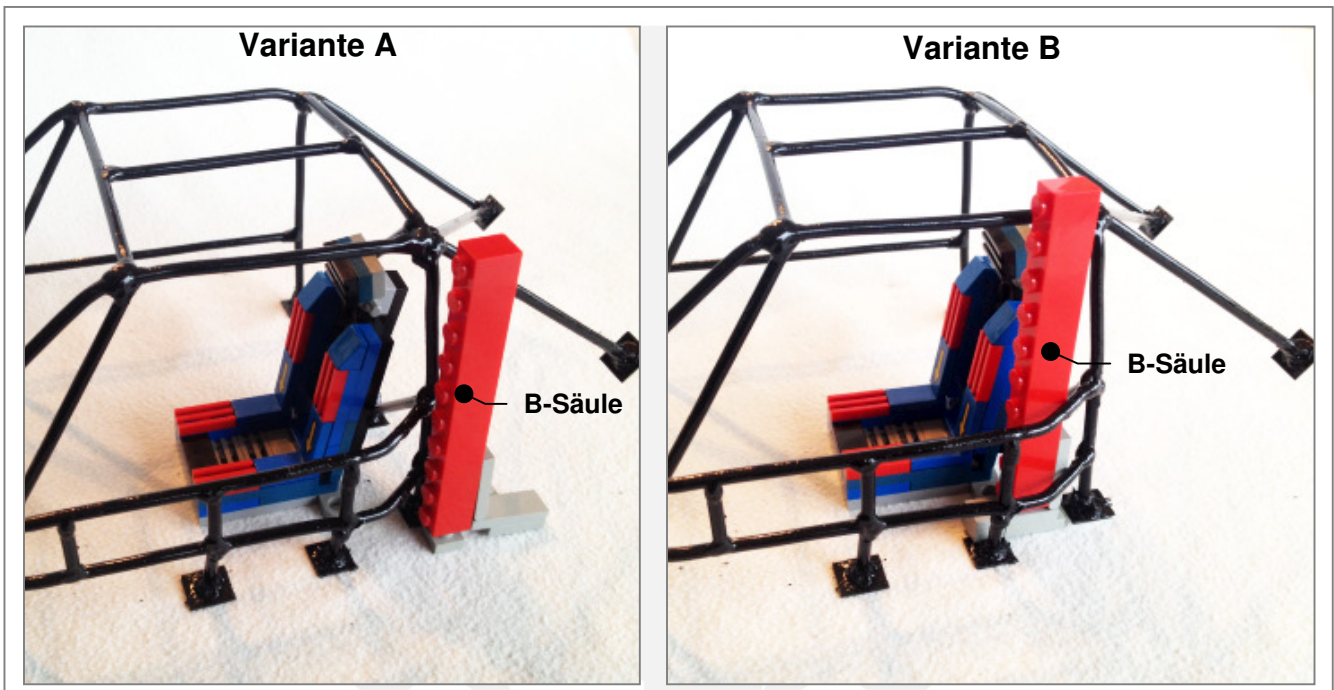

Bild 9
- In Position des Fahrsitzes (siehe Bild 9 und Bild 1+4 Pos. ⑤) muss eine zweite Abstützung des Seitenaufprallschutzes zum Schweller mit Fussplatte erfolgen.